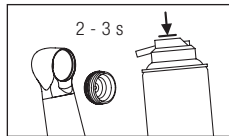
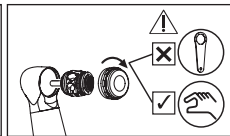

Fig. 32
Fig. 33
- ❺ Vaporisez du PANA SPRAY Plus dans la tête pendant 2 à 3 secondes. Vaporisez-en également brièvement dans le capuchon de la tête (Fig. 32).
- ❻ Essayez le lubrifiant PANA SPRAY Plus à l'intérieur de la tête.
- ❼ Insérez la nouvelle cartouche dans. Fixez et serrez le capuchon de la tête à la main (Fig. 33).